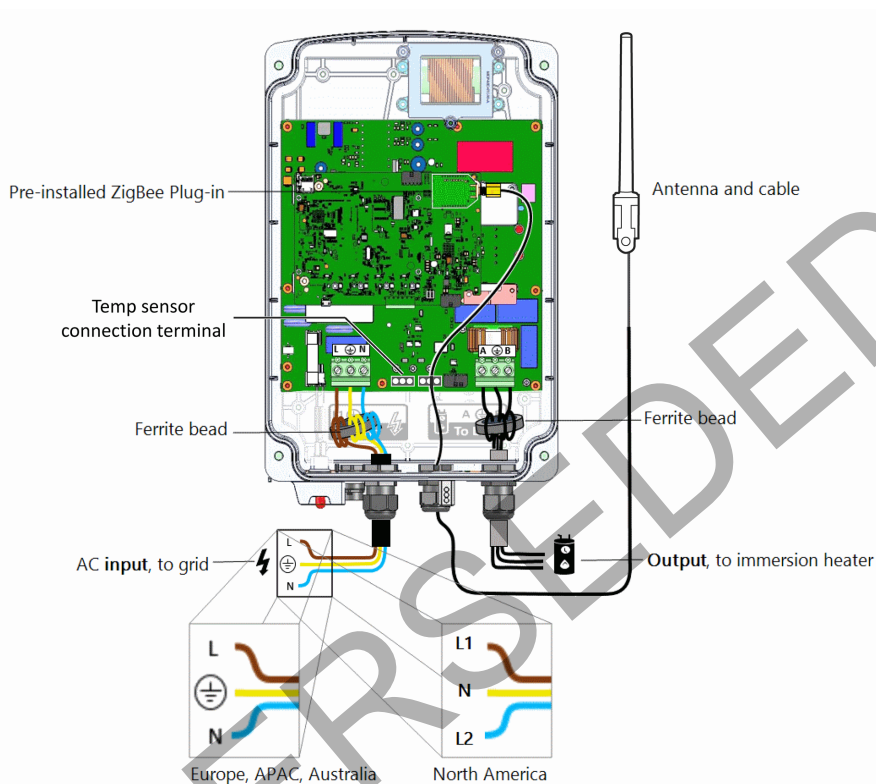

Figure 9: Connexions des fils de la production d'eau chaude avec énergie intelligente
Veillez ne pas brancher la *sortie* de l'appareil (étiquetée A et B) sur le secteur dans la mesure où cela endommagerait le produit et annulerait la garantie. Connectez le câble du réseau CA uniquement sur l'*entrée* désignée à cet effet (voir la *Figure 9*).
3. Raccordez l'alimentation en CA (au secteur ; voir la *Figure 9*) :
4. Raccordez le thermoplongeur (voir la *Figure 9*) :
- g. Fixez le connecteur du câble d'antenne sur le plug-in ZigBee pré-installé (voir la Figure 9).